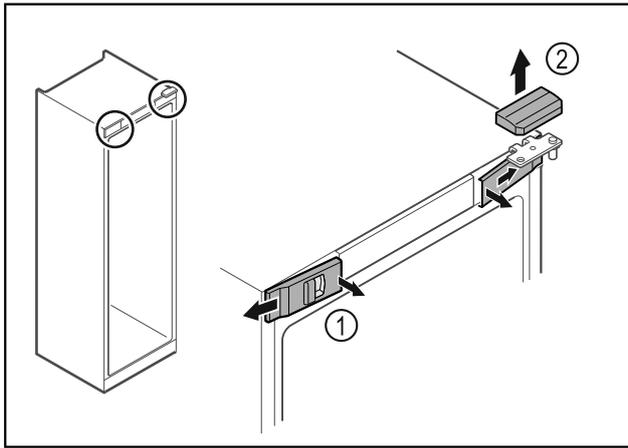

Fig. 7\*
- ▶ Vordere Abdeckungen Fig. 7 (1) innen ausrasten und zur Seite abnehmen.\*
- ▶ Obere Abdeckung Fig. 7 (2) nach oben abnehmen.\*